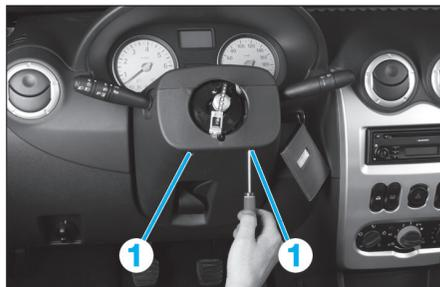

Fig. 4
- les vis (1) de coquille de colonne de direction (Fig.4),